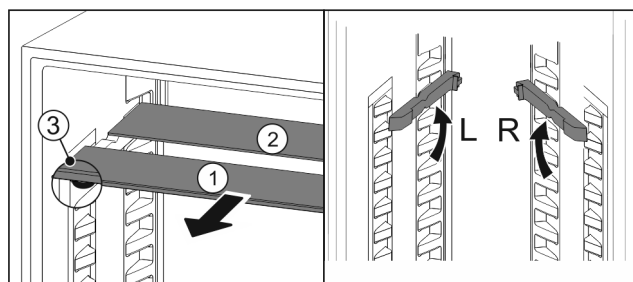

Fig. 22
- Sortir les tablettes par l'avant Fig. 22 (1).
- ▷ La tablette en verre Fig. 22 (1) avec bordure décorative est située à l'avant.
- ▷ Les butées Fig. 22 (3) sont orientées vers le bas.